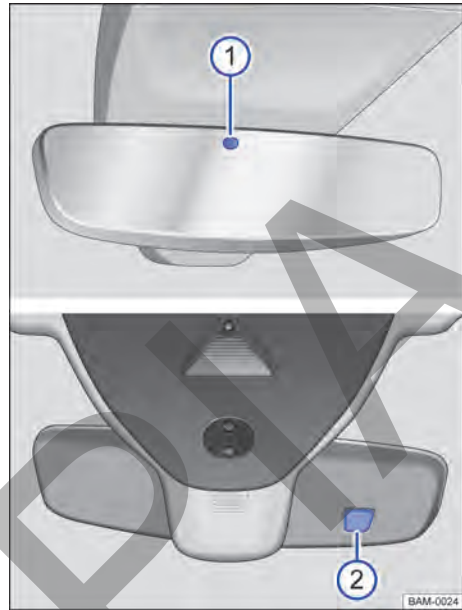

Fig. 91 En el parabrisas: retrovisor interior antideslumbrante automático.
Con el encendido conectado, los sensores miden la incidencia de la luz por detrás → fig. 91 ① y por delante ②.